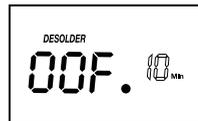

Рис. 5
2. Нажмите и удерживайте функциональную кнопку демонтажной станции около 2 секунд, чтобы войти в интерфейс настройки. Быстро нажмите функциональную кнопку 2 раза, чтобы войти в интерфейс настройки автоматического выключения. На дисплее отобразится значение, показанное на Рис. 5 с мигающей цифрой 02.